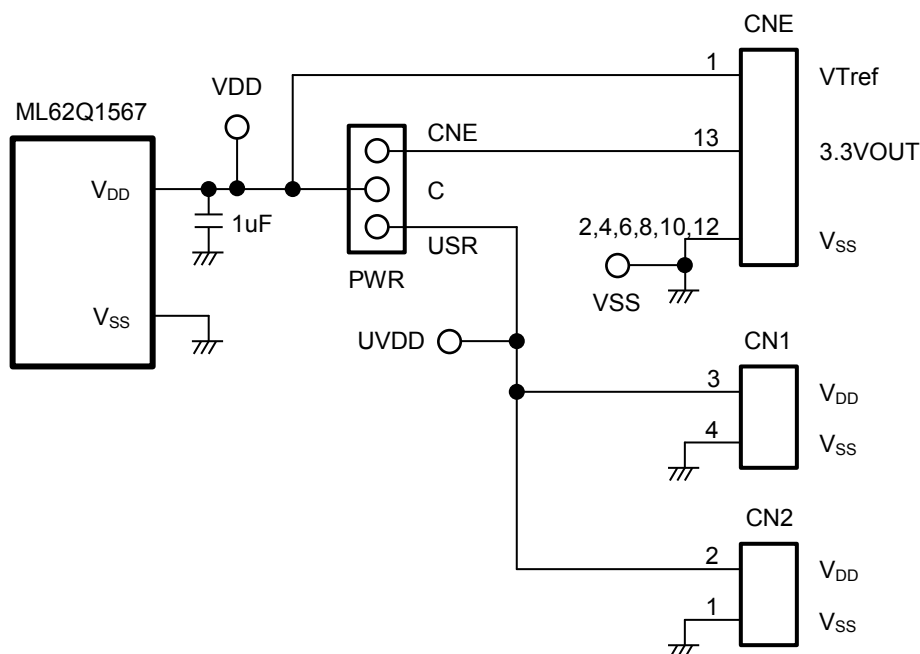

図 2 電源回路
- 1.2 ML62Q1567 Reference Board 外観図 2